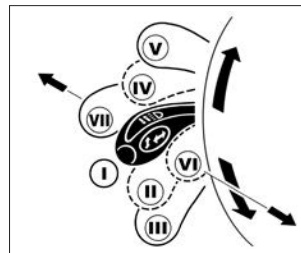

Рис. 32. Рычаг переключателя световой сигнализации
Для включения дальнего света фар на длительное время с включенной системой автоматического управления наружным освещением необходимо перевести переключатель в позицию VII «включен дальний свет фар» (см. рис. 32).
Если в момент автоматического включения ближнего света фар переключатель световой сигнализации находился в позиции VII «включен дальний свет фар» (см. рис. 32), то для включения дальнего света на длительное время необходимо вернуть его в нейтральное положение и затем перевести переключатель в позицию VII «включен дальний свет фар».
**I** (рис. 32) – **нейтральное положение**. Включен ближний свет фар, если переключателем наружного освещения включен свет фар.